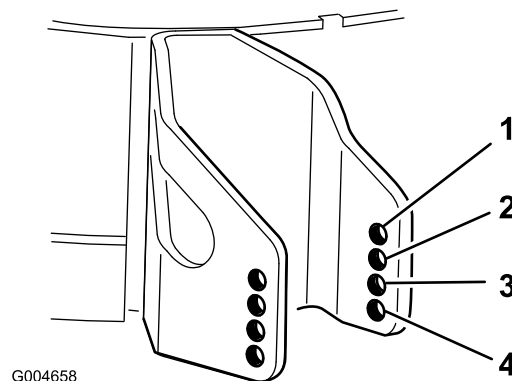

Figura 23
4. Scegliete il foro in modo da posizionare il rullo antiscampo all'altezza di taglio corrispondente più vicina all'altezza richiesta (Figura 23).